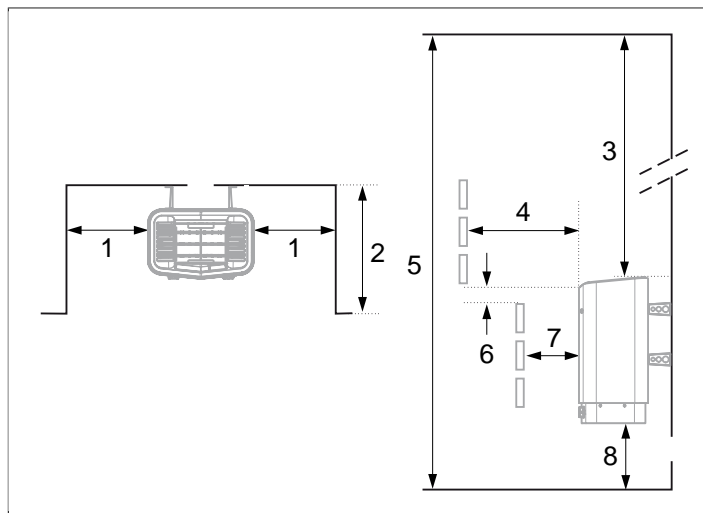

Fig 3: Emplacement du poêle – montage en encastré dans une niche
- sur le même mur que la porte (à titre exceptionnel, sur un mur adjacent, mais très près du passage de porte). Le poêle peut aussi être encastré dans une niche (cf. **Fig 3**, page 2).
Placer le poêle à une distance suffisante du sol, des parois latérales et des aménagements (cf. **Fig 3**, page 2).